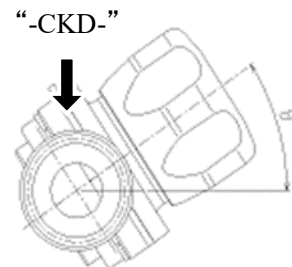

图 1. 阀倾斜角度
- 横向配管时，使阀倾斜进行配管，可将阀内的液体残留控制在最小限度。（参照表 1、图 1）